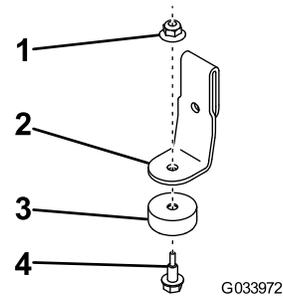

図 1
1. バンパーをストップマウントに取り付けるショルダボルトとロックナットを使用する 図 1。